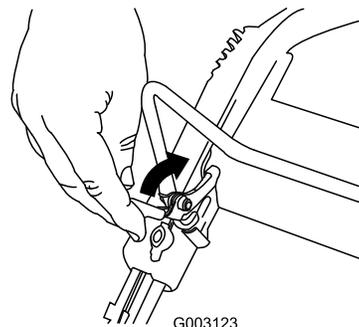

図 17
1. コントロールバーチカットのロックを手前に引く 図 17。